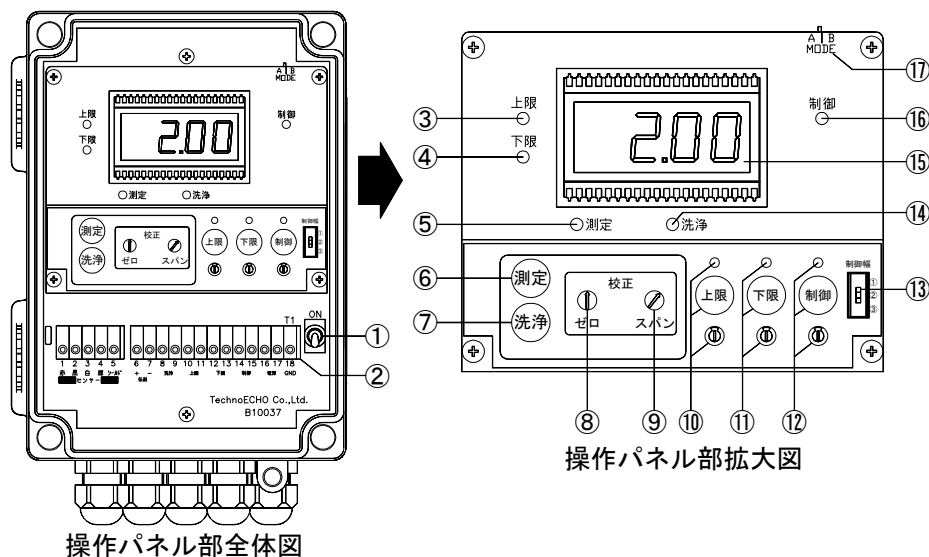

図2. 操作パネル部
モニタ表示パネル部を開くと図2の①～⑰に示す電源スイッチ、端子台、各設定ボタン、2つの校正ボリューム軸、3つの設定ボリューム軸、各状態表示用LEDランプおよび制御幅設定用スライドスイッチ等があります。